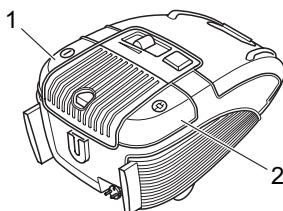

Abb. 14
- Schalten Sie den Bodenstaubsauger am Ein-/Ausschalter (Abb. 14/1) aus und ziehen Sie den Stecker aus der Steckdose.
- Drücken Sie die Kabelaufrolltaste (Abb. 14/2), um das Stromkabel einzuziehen. Führen Sie es auf dem letzten Stück mit dem Stecker in der Hand.